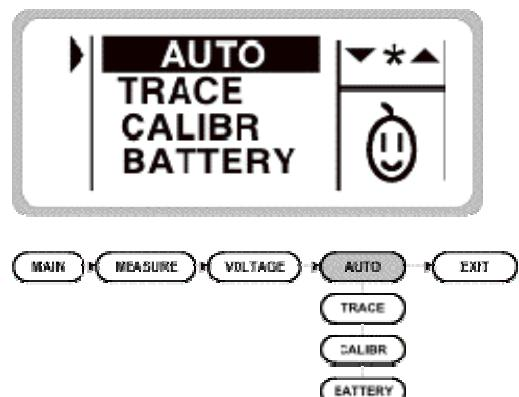

Рис.14
Выберите пункт меню **AUTO** (автоматический), для измерения постоянного (DC) напряжения от 100 μ V до 800mV (или до 8V при расширении диапазона переключателем). Для измерения напряжения в других режимах, настройте прибор в меню **VOLTAGE** (напряжение), как показано на Рис.14.